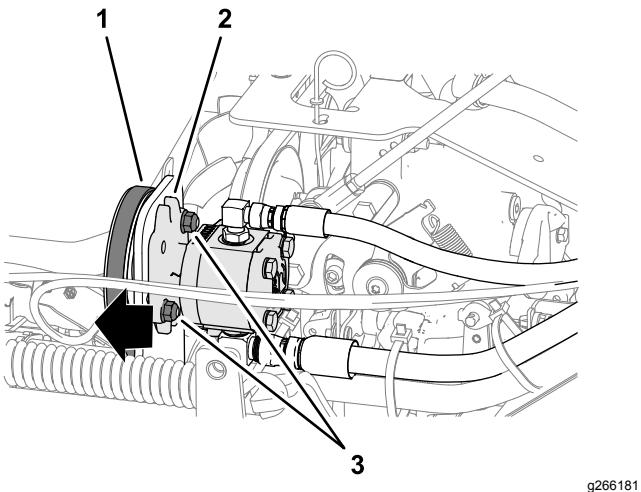

Figure 51
3. Desserrez les 2 contre-écrous à embase ( $\frac{3}{8}$  po) qui fixent la pompe auxiliaire au support de montage (Figure 51).
4. Poussez la pompe vers l'extérieur (Figure 51) dans les fentes et serrez les contre-écrous à embase à un couple de 37 à 45 N·m (27 à 33 pi-lb).